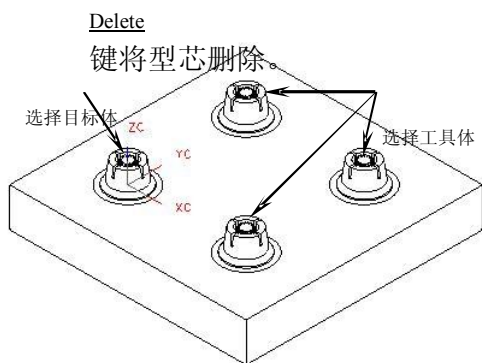

图5-14
6. 在【特征操作】工具条中单击【求和】按钮，依次选择目标体和工具体，如图 5-14 所示，然后单击确定按钮将型芯合并为一个整体。